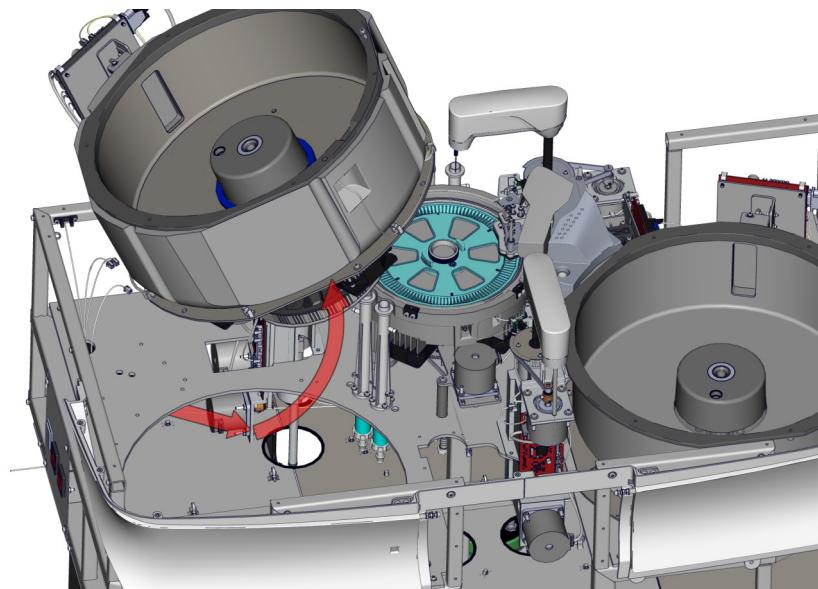

Ilustración 8.8 Movimientos a realizar para sacar el rotor del analizador
6. Quite el conjunto rotor, siga los movimientos indicados en la Ilustración 8.8 para sacar el rotor del analizador.